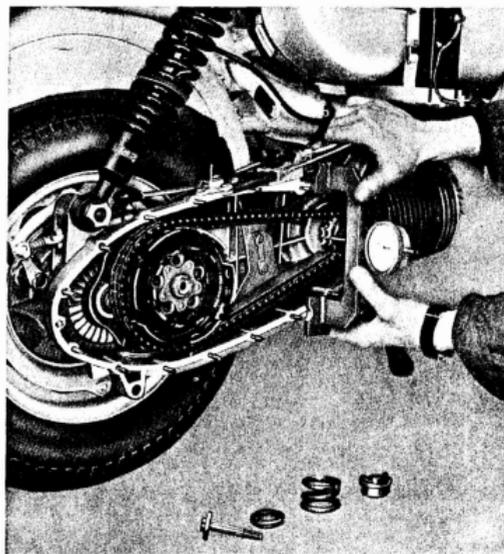

Fig. 28
a) Se mide la cota del plano del piñón y se pone a cero el comparador. Véase fig. 28.